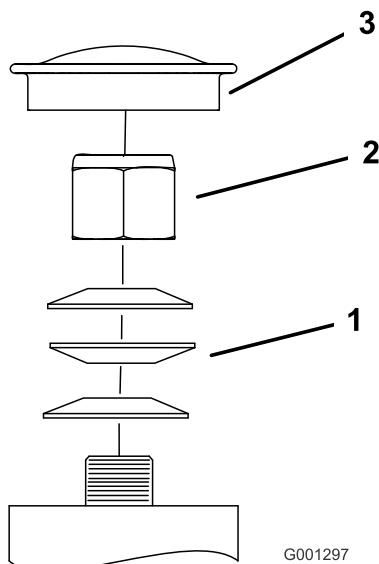

Figura 53
3. Retire o tampão antipoeira da roda e aperte a porca de bloqueio (Figura 53).
4. Aperte a porca de bloqueio até que as anilhas de mola estejam planas e, em seguida, recue 1/4 de volta para aplicar devidamente a pré-carga nos rolamentos (Figura 53).
Importante: Certifique-se de que as anilhas de mola estão corretamente montadas como se mostra na Figura 53.
5. Instale o tampão antipoeira (Figura 53).